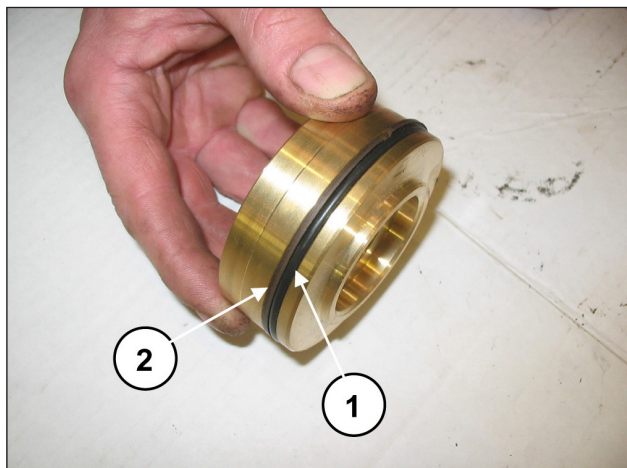

Рис. 114
Установите уплотнительное кольцо, поз. №17 на детализовочном чертеже (поз. ①, Рис. 114), и антиэкструзионное кольцо, поз. №21 на детализовочном чертеже (поз. ②, Рис. 114), в пробку нагнетательного клапана.